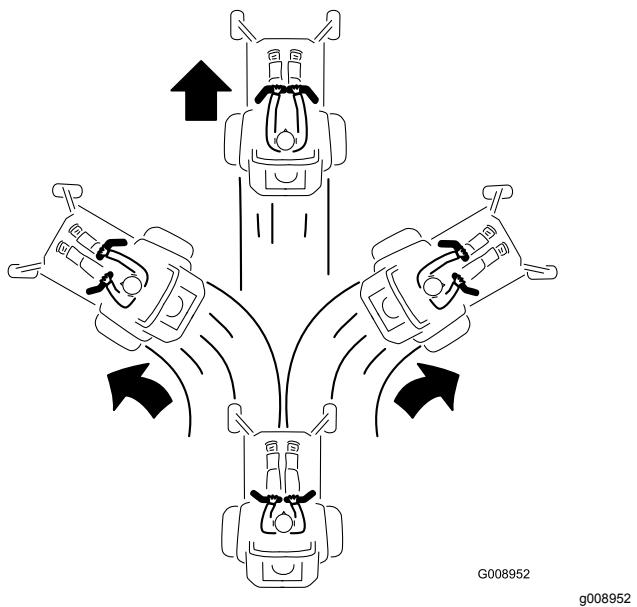

図 27
2. 前進するには、左右の走行コントロールレバーをゆっくりと前へ押し出す図 27。